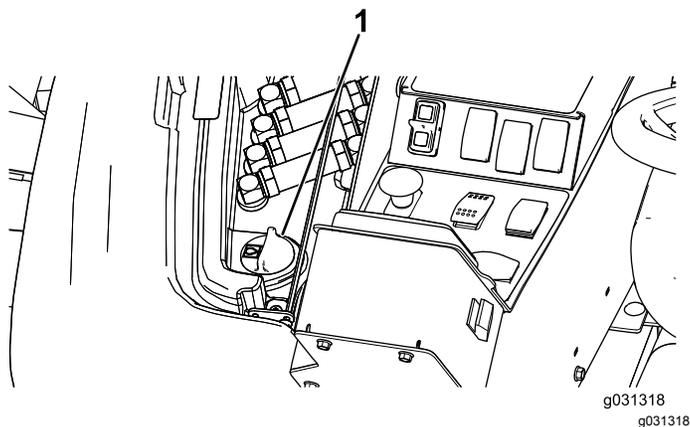

Рисунок 120
- Для обеспечения доступа к крышке гидравлического бака поднимите крышку доступа с правой стороны машины (Рисунок 120).
- Очистите зону вокруг заливной горловины и крышки гидравлического бака (Рисунок 120).